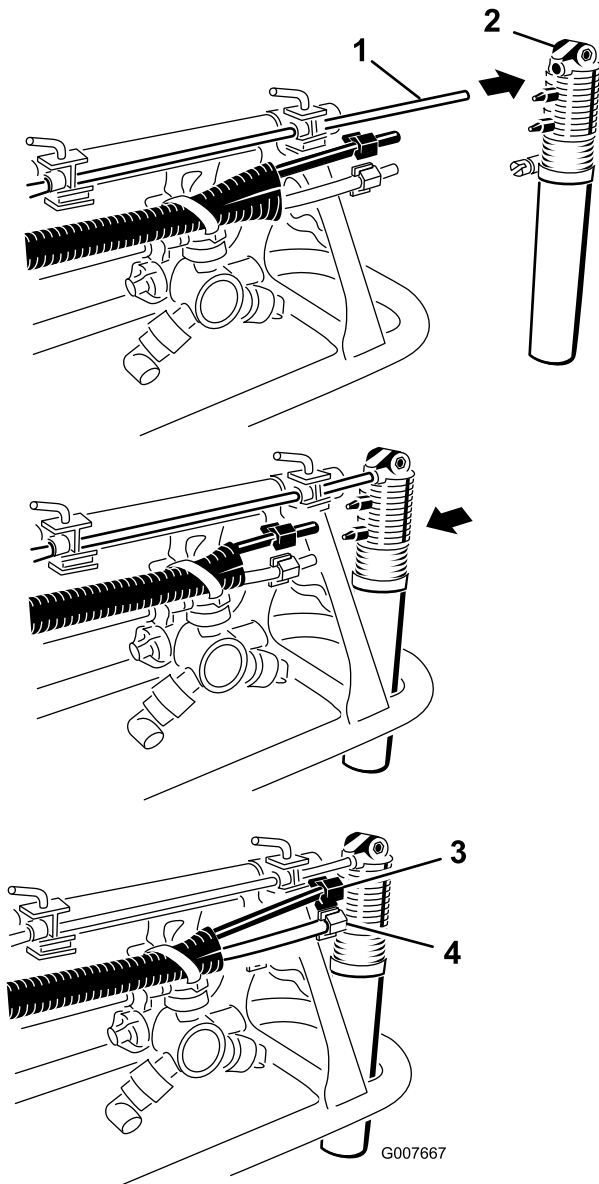

Figura 21
1. Localize os bicos de espuma nas peças soltas e instale um bico na barra de montagem como se mostra na (Figura 21).